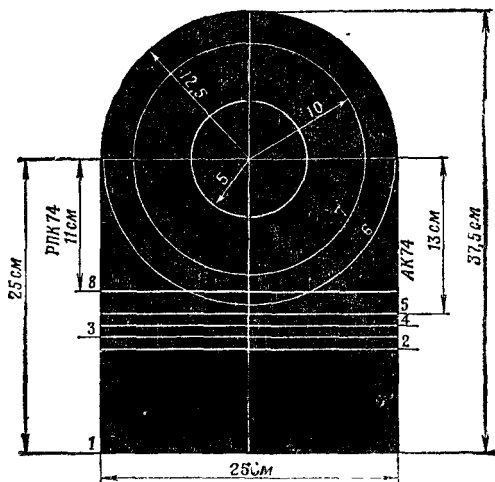

Рис. 53. Проверочная мишень
81. Стрельба ведется по проверочной мишен (или по черному прямоугольнику размером 35 см по высоте и 25 см по ширине), укрепленной на белом щите высотой 1 м и шириной 0,5 м. При стрельбе по проверочной мишен (рис. 53) точкой прицеливания служит середина нижнего края мишени, отрезанной при стрельбе из автомата по пятой горизонтально при стрельбе из пулемета — по восьмой горизонтальной линии; за контрольную точку (нормальное положение средней точки попадания) принимается центр кругов. При стрельбе по черному прямоугольнику точкой прицеливания служит середина нижнего края прямоугольника. Положение контрольной точки отмечается по о